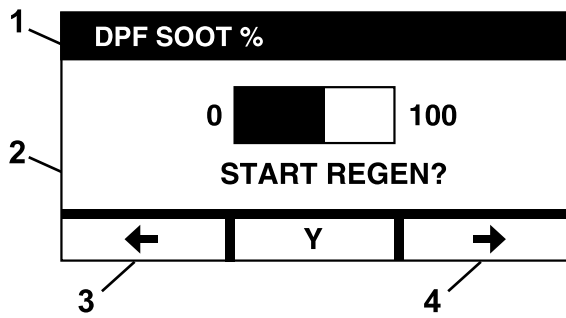

Figura 15
- E. Seleccione Y (yes/sí) en la pantalla Iniciar Regeneración para confirmar el proceso de regeneración (Figura 15).